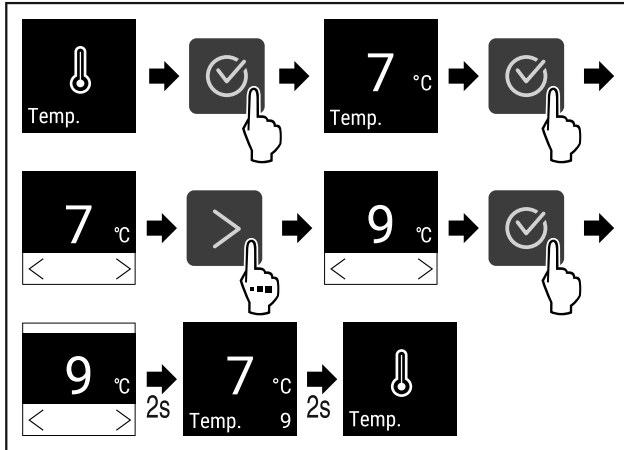

Fig. 66 Ändra temperaturen från 7°C till 9°C
- ▶ Genomför handlingsstegen (se Fig. 66) .